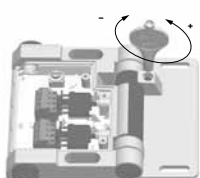

Fig. 6
5. Ajustar os contactos NF com a ferramenta de ajuste de tal modo que, com o ângulo máximo admissível de abertura da porta, os contactos estejam abertos com segurança. Girar no sentido dos ponteiros do relógio diminui o ângulo de comutação, no sentido contrário aos ponteiros do relógio aumenta o ângulo de comutação (Fig. 6), em caso de montagem interior ocorre o inverso. O ângulo de ruptura positiva é 7° maior que o ângulo de comutação ajustado